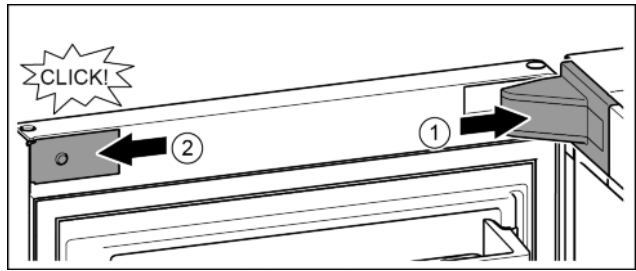

Fig. 24
- ▶ Applicare la copertura del blocco di supporto e inserirla a scatto, se necessario allontanarla con attenzione. *Fig. 24 (1)*
- ▶ Applicare la maschera lateralmente e inserirla a scatto. *Fig. 24 (2)*